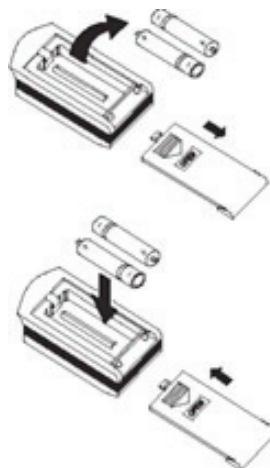

Рис. 3
- Для извлечения батареек, при замене, необходимо сдвинуть крышку пульта управления в направлении стрелки (см. рисунок 3) извлечь батарейки и установить новые.